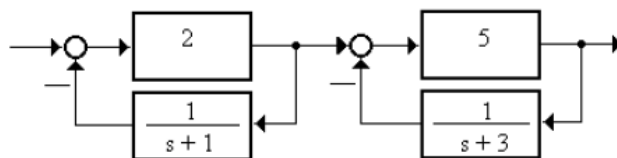

Рисунок 1.18
1.2.1.4 Найти реакцию системы (рисунок 1.18) на единичный скачок при нулевых начальных условиях